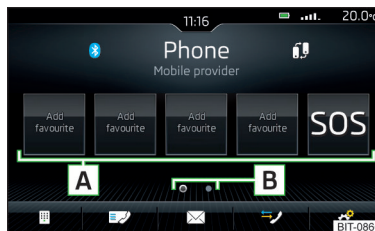

Fig. 155
- ▶ În meniul principal **Telefon** atingeți suprafața de comandă funcții liberă dorită **A** » fig. 155.
- ▶ Pentru **schimbarea grupei de memorare** atingeți suprafața de comandă funcții **B** » fig. 155.
- ▶ Pentru **selectare** atingeți suprafața de comandă funcții alocată **A** » fig. 155.
- ▶ În meniul principal **Telefon** atingeți lung suprafața de comandă funcții dorită alocată **A** » fig. 155.